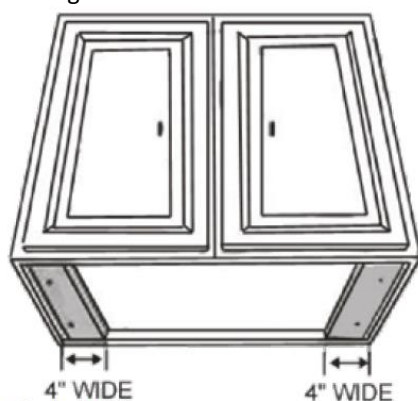

Figure 1
- Für die Montage unter dem Schrank mit versenktem Boden befestigen Sie auf jeder Seite 48 Zoll breite Holzabdeckstreifen (nicht mitgeliefert). Siehe Abbildung 1.